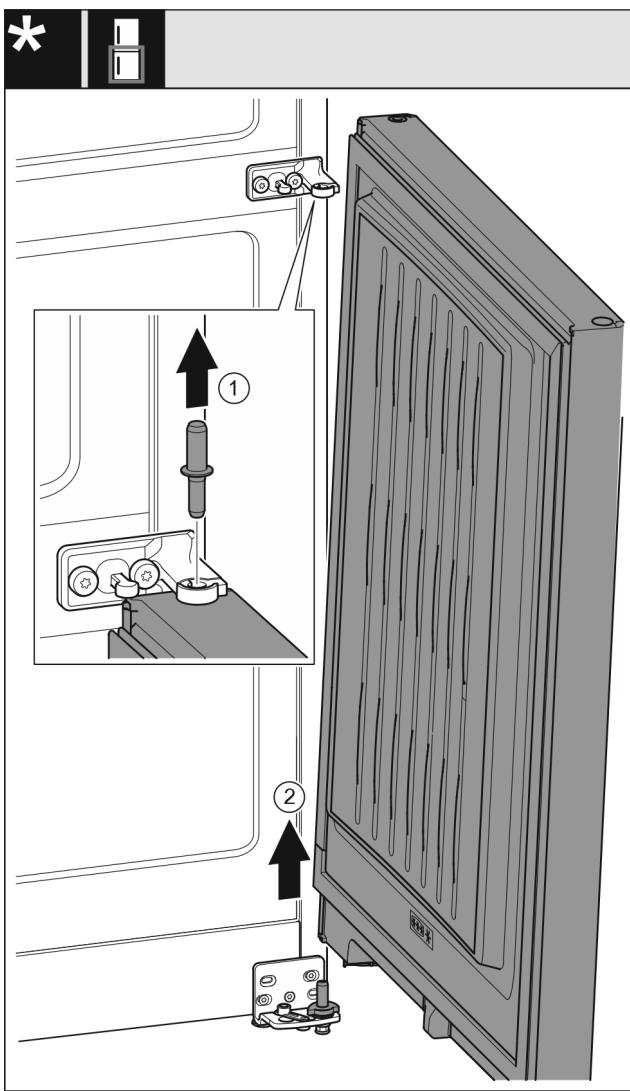

Fig. 7
- ▶ Čap vytiahnite nahor. Fig. 7 (1)
- ▶ Dvere vyklopte von, nadvihnite smerom hore a odložte nabok. Fig. 7 (2)